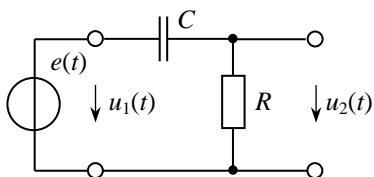
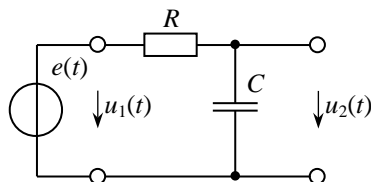

Рис. 1
Рис. 2
2.3. Для каждой из цепей (рис. 1, 2) запишите в общем виде выражение для переходной характеристики $h(t)$.
Обратите внимание, что отклик цепи рис. 1 в первом приближении пропорционален производной от входного воздействия, поэтому эту цепь называют дифференцирующей RC-цепью. В цепи рис. 2 отклик в первом приближении пропорционален интегралу от входного воздействия, поэтому цепь рис. 2 называют интегрирующей RC-цепью.